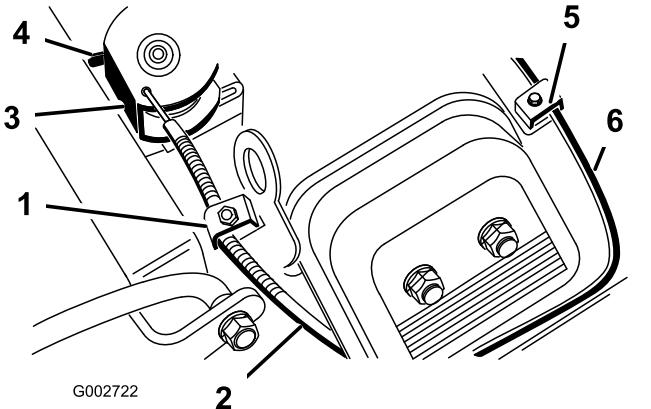

图 39
- 松开将油门拉线固定到发动机上的夹紧螺丝图 39。
- 拉紧油门拉线直至转盘的后部接触到限位器图 39。
- 松开将阻风门拉线固定到发动机上的拉线夹紧螺丝图 39。
- 拉紧阻风门拉线图 39 直至蝶形阻风门完全关闭然后旋紧拉线夹紧螺丝。